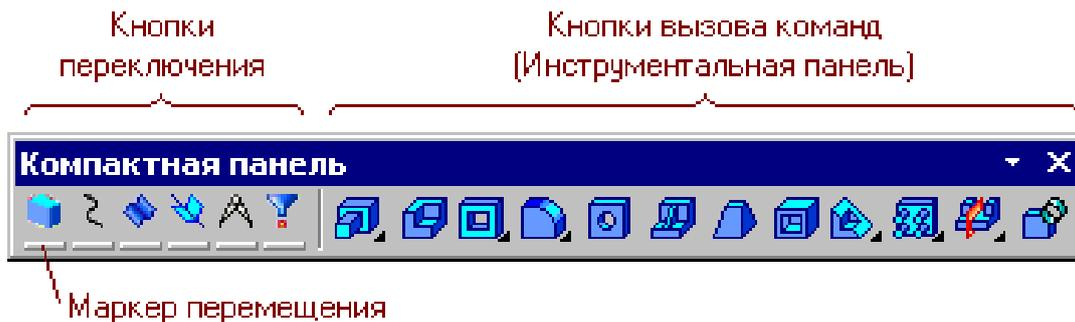

Рис. 1.15. Элементы **Компактной панели**.
2). В левой части окна вертикально располагается **Компактная панель**, которая содержит кнопки переключения панелей инструментов с маркерами перемещения (рис. 1.15) и **Инструментальную панель**, содержащую кнопки вызова команд выбранной панели.